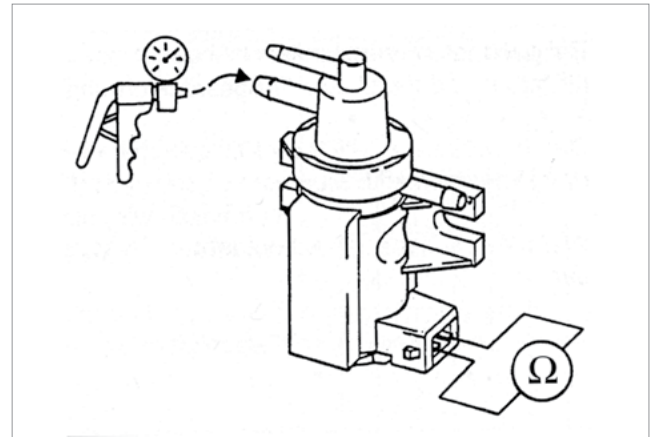

Рис. 6: Измерение электрического сопротивления клапана-преобразователя давления
- Измерьте сопротивление между контактами клапана-преобразователя давления (см. рис. 6).